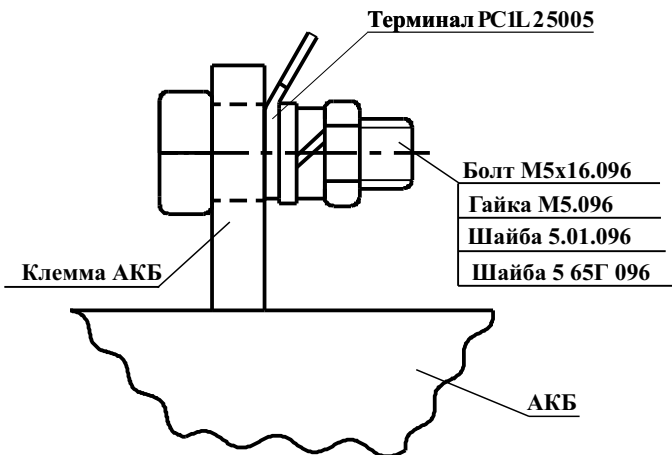

Рисунок 2
Подключение источника к АКБ 17 А ·ч и 40 А·ч производится через терминал (см. рисунок 2), входящий в комплект поставки источника.
- 8.2 При отсутствии АКБ измерение напряжения на выводах для подключения АКБ (см.рисунок 2) является некорректным и его величина не регламентируется.